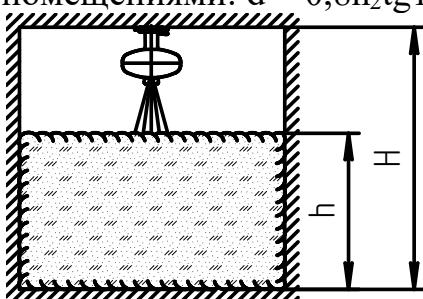

Рисунок 4
9 Огнетушащая способность МПП потолочного крепления для пожаров класса А при тушении с высоты (H) до 13 м двух поэтажно расположенных помещений с проемами для прохождения газопорошковой струи (см. рисунок 4):
9.1 Суммарная защищаемая площадь (S), м 2			36,5
При размере  $H$  менее 13 м, но выше потолочного перекрытия верхнего помещения размеры  $c$  и  $d$  (см. рисунок 4) должны быть:
**Параметры тушения МПП потолочного крепления (см. рисунок 4)**